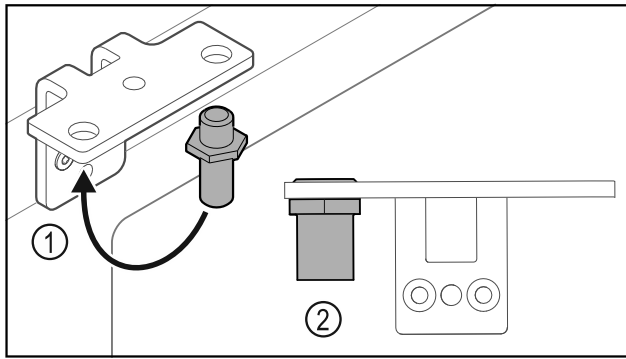

Fig. 32
- ▶ Переставьте палец Fig. 32 (1) в шарнирном уголке.
- ▶ Затяните палец Fig. 32 (2) с моментом 12 Нм.